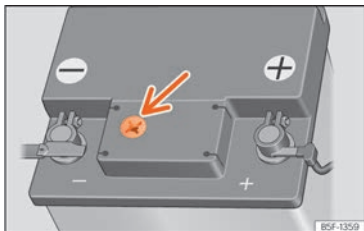

Fig. 240 Mirilla en la parte superior de la batería de 12 voltios (representación esquemática).
- » **fig. 240.** Procure una iluminación suficiente que permita identificar claramente el color que aparece en la mirilla. No utilice nunca como fuente de luz llamas ni objetos que ardan sin llama.